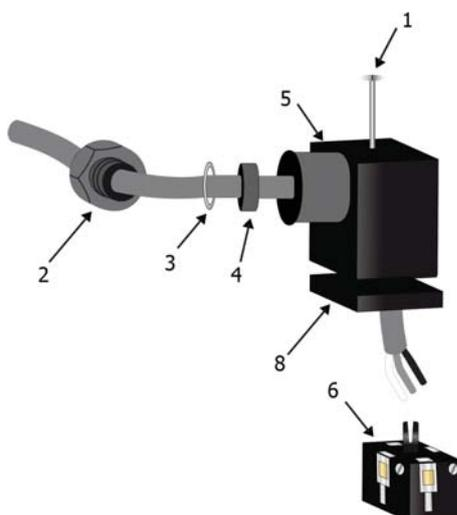

Рис. 19 Разъем датчика давления
- b. Отделив разъем от датчика, полностью выньте центральный винт (1) (рис. 19).
- c. Удалите прокладку (8) (рис. 19) с разъема.
- e. Обеспечьте, чтобы наружный диаметр выбранного кабеля соответствовал кабельному уплотнению внешнего корпуса. Для обеспечения полной защиты диаметр кабеля датчика должен быть не менее 4,6 мм. Пропустите кабель через гайку кабельной втулки (2), шайбу (3), уплотнение (4) и наружный корпус (5) (рис. 19).
- f. Установите обжимы/обжимные втулки на концы кабеля. Соедините провода с винтовыми ячейками клеммного блока (6) в соответствии с нижеследующей схемой распределения контактов. Каждый контакт помечен своим кодом.
- h. Затяните кабельное уплотнение (2) (рис. 19) на кабеле. Чтобы обеспечить защиту, убедитесь в том, что уплотнение не повреждено, и что оно собрано правильно.
- i. Наденьте клеммный блок (6) на соединительные контакты датчика.